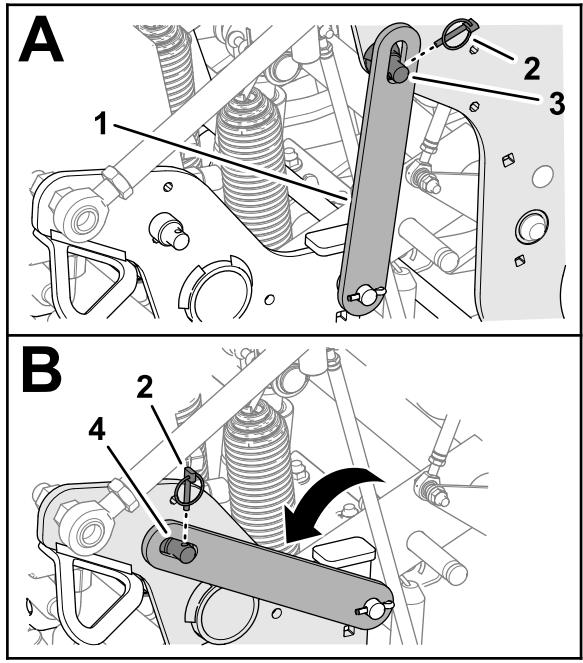

Bild 112
3. Entfernen Sie den Klappstecker, mit dem der Wartungsriegel am Stützstift des Aerifizierkopfs befestigt ist (Bild 112).